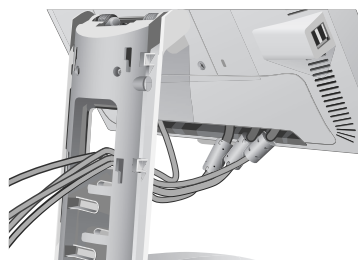

Figure C.4
6. Placez le couvercle du connecteur sur l'arrière du boîtier (**Figure C.4**).